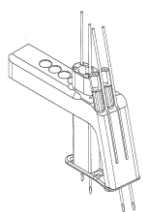

図6
- 6) 続いて、骨幹部骨幹部長穴用スリーブガイドを組み付け、骨幹部2箇所での仮固定ホール、遠位部の仮固定ホールにガイドピンが通過するか確認します。(図6)